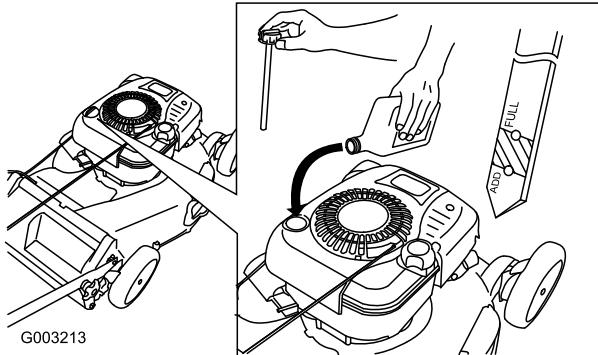

Figura 37
4. Versate **lentamente** l'olio nel tubo di riempimento finché non raggiunge il segno di pieno **Full** sull'asta (Figura 37). **Non riempite troppo.** (Riempimento massimo: 0,77 litri, tipo: olio detergente SAE 30W con service classification API di SF, SG, SH, SJ, SL o superiore.)